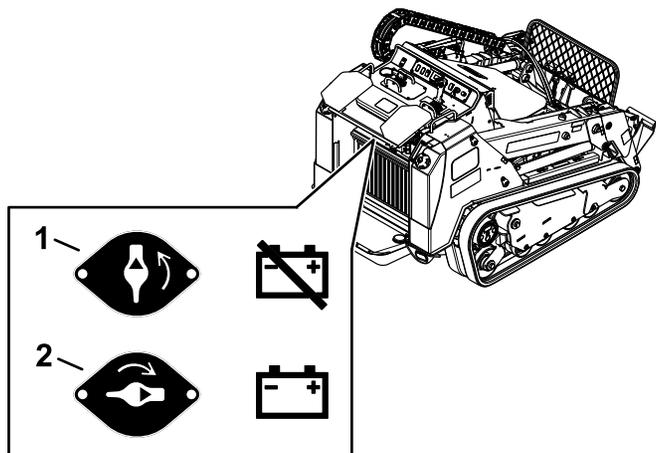

Рисунок 60
- Чтобы подать электропитание на машину, поверните выключатель аккумуляторной батареи по часовой стрелке в положение ВКЛ (Рисунок 60).
- Чтобы отсоединить электропитание от машины, поверните выключатель аккумуляторной батареи против часовой стрелки в положение ВЫКЛ (Рисунок 60).